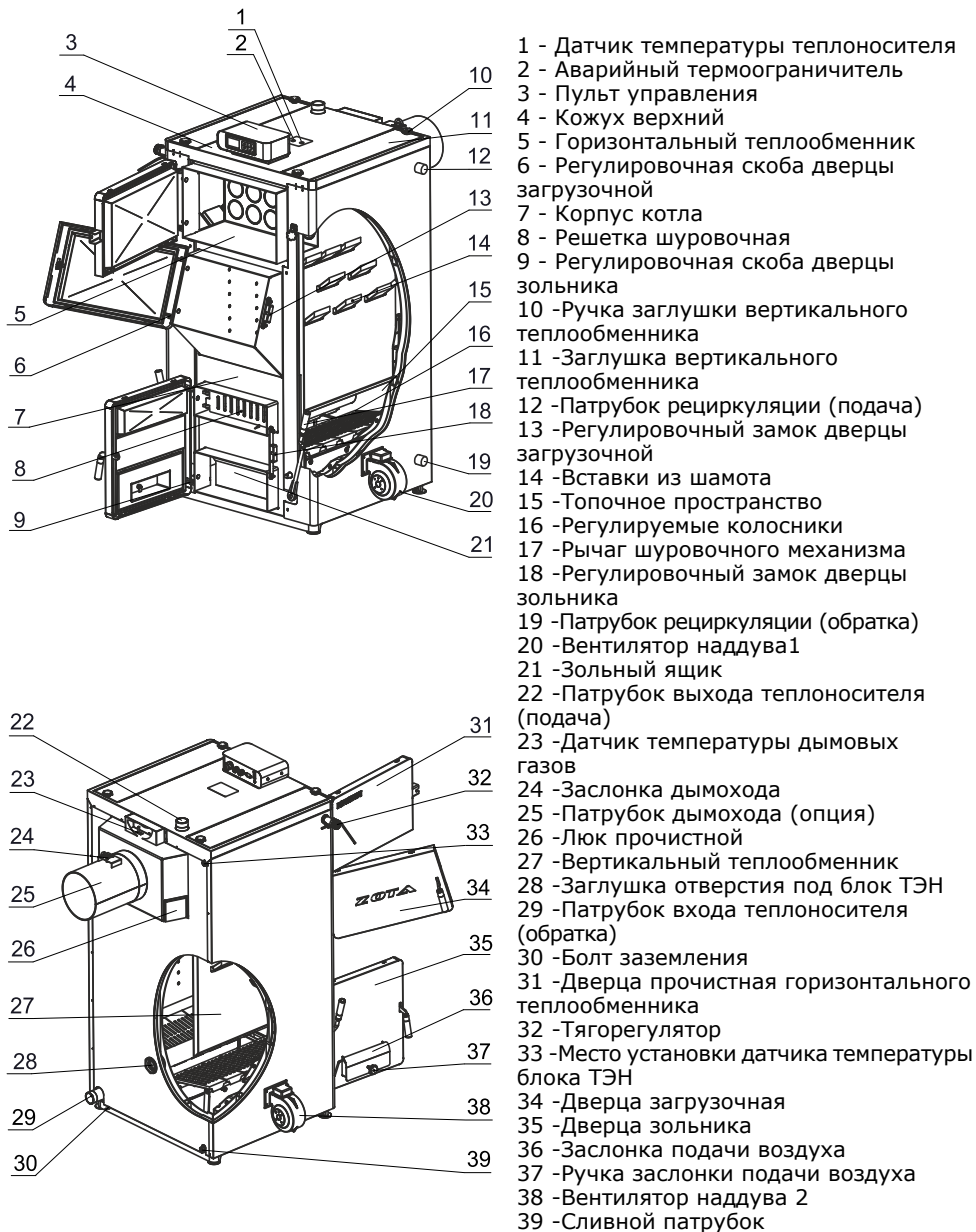

Рис.1 Конструкция отопительного котла
4.4.5. **Внимание!** В случае необходимости открытия дверцы загрузочной во время работы котла, необходимо: Закрыть заслонку подачи воздуха (поз.36 Рис.1) ручкой заслонки (поз.37 Рис.1) и аккуратно приоткрыть дверцу загрузочную на 5-10 мм на 10-15 секунд для предотвращения хлопка пиролизных газов.
4.5.10. Эксплуатация котла без зольного ящика (поз.21 Рис.1).
5.2 . Котел (Рис.1) состоит из корпуса (поз.7), топочного пространства (поз.15), системы газоходов (поз.5, 27). Корпус котла выполнен из листовой стали сварной конструкции с водяной рубашкой и системой газоходов, переходящих в дымоход (поз.25) (опция) с заслонкой (поз.24).
5.5. На задней части котла имеется патрубок входа теплоносителя (поз.29) патрубок слива теплоносителя из котла (поз.39) G1/2". Для монтажа системы рециркуляции на боковой стенке котла предусмотрены патрубки G1" (поз.12; 19) Рис.1. На коллекторе дымохода имеются люки прочистные (поз.26) для чистки коллектора.
- Открыть загрузочную дверцу (поз.34, Рис.1), вынуть дымовой патрубок, коробку, совок, кочергу и паспорт из топки котла;
- Снять заглушку теплообменника (поз.11, Рис.1), предварительно открутив ручки (поз.10, Рис.1), и уложить внутрь на уголки шамотные вставки как показано на Рисунке 6;